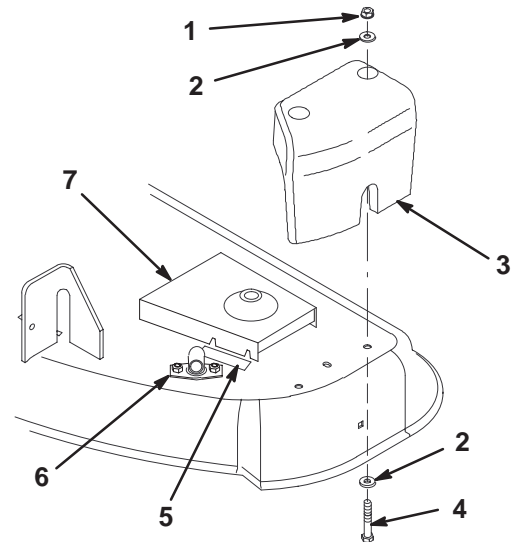

**Figure 40**
1. Montez le déflecteur d'herbe sur le plateau de coupe à l'aide des fixations mises de côté précédemment (Fig. 40).
2. Montez la courroie d'origine sur le plateau de coupe à l'aide des fixations mises de côté précédemment (Fig. 40).